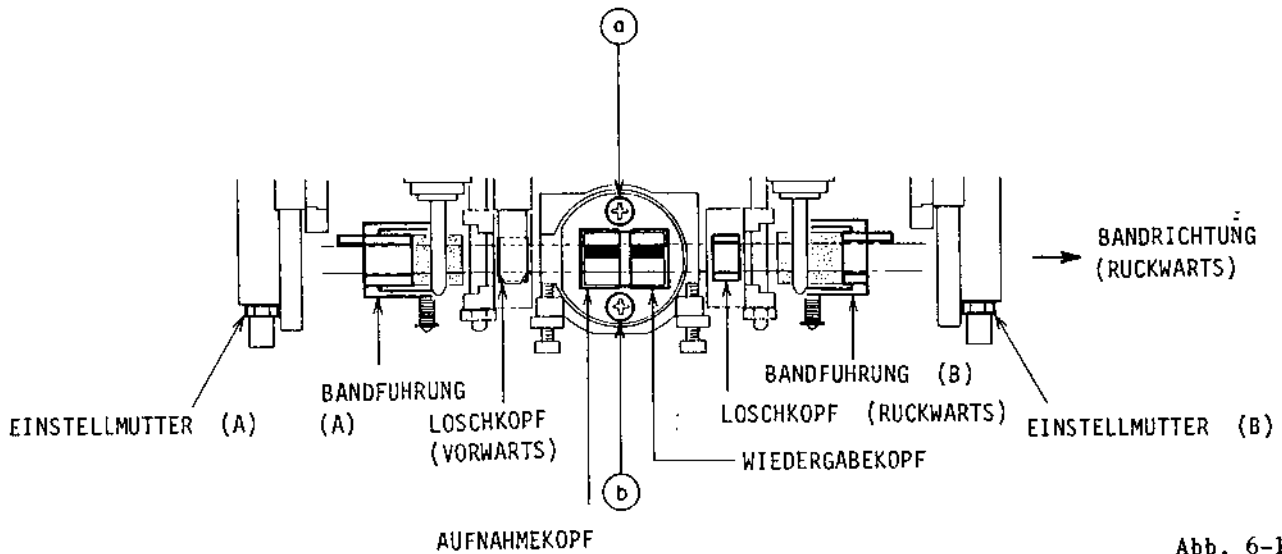

Abb. 6-1
6-1 EINSTELLUNG DER BANDFÜHRUNGSHÖHE (Siehe Abb. 6-1 und 6-2)
(Siehe Abb. 6-1 und 6-2)
- 5) Ist ein Austausch des Kopfes erforderlich, löst man nur die Schrauben **a** und **b** in Abb. 6-1.